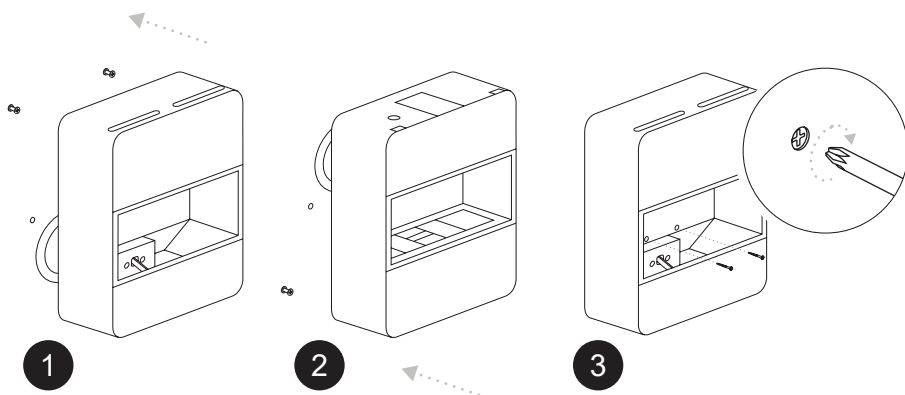

Рисунок 4.7— Навешивание прибора на стену
4.2.14. Подключите кабель питания к прибору (входит в комплект). Повесьте прибор на винты (рис. 4.7, поз.1 или поз.2), используя монтажные проушины в задней стенке прибора. Не прилагайте чрезмерных усилий при совмещении болтов с проушинами — это может привести к повреждению корпуса устройства; при правильных действиях усилий не требуется.
4.2.15. Установите два крепежных винта (рис. 4.7, поз.3) в отверстия монтажного шаблона и притяните устройство к стене. Закройте сервисную панель.